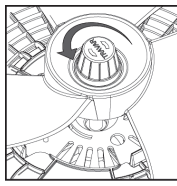

Figura 08
9. Rosquear a porca da hélice no eixo, girando-a no sentido anti-horário até encostar a superfície da porca da hélice (**Ver figura 08**).